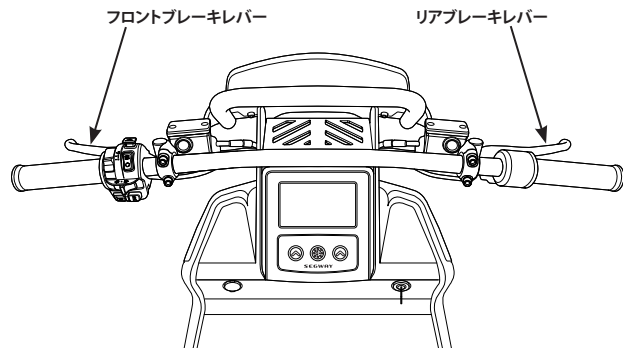

図 28: ブレーキをかけるときは両方のブレーキを使用する
2. 状況に応じてブレーキ圧を調節しつつ、ブレーキレバーを引いて徐々に、かつ均等にブレーキをかけます (図 28)。短時間で急停止させる場合はレバーを強く引く必要があり、比較的長い時間でゆっくり停止させる場合は、レバーをそれほど強く引く必要はありません。